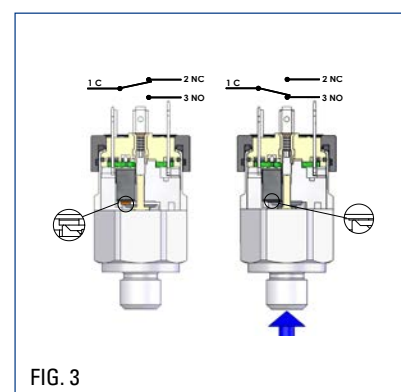
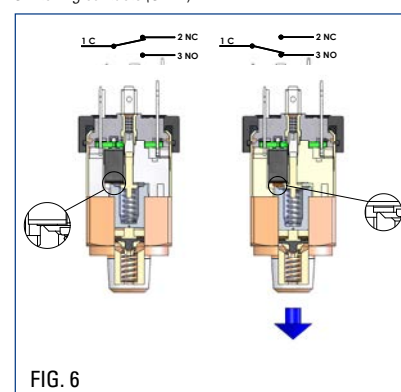

FIG. 3
FIG. 6
- Nella versione con CONTATTI IN SCAMBIO (SPDT) di Fig. 3 (Fig. 6 per il vuoto), la pressione esercitata dal fluido sull'elemento separatore, (membrana o pistone), determina invece la commutazione di un microswitch. In quest'ultima versione è possibile utilizzare indifferentemente sia i contatti N.C. che N.A. che entrambi.
- In the SWITCHING CONTACTS (SPDT) of Fig. 3 (Fig. 6 for vacuum) version, the pressure of the fluid on the separating element (diaphragm or piston) causes a microswitch to switch. Either NC or NO contacts, or both, can be used in this version.